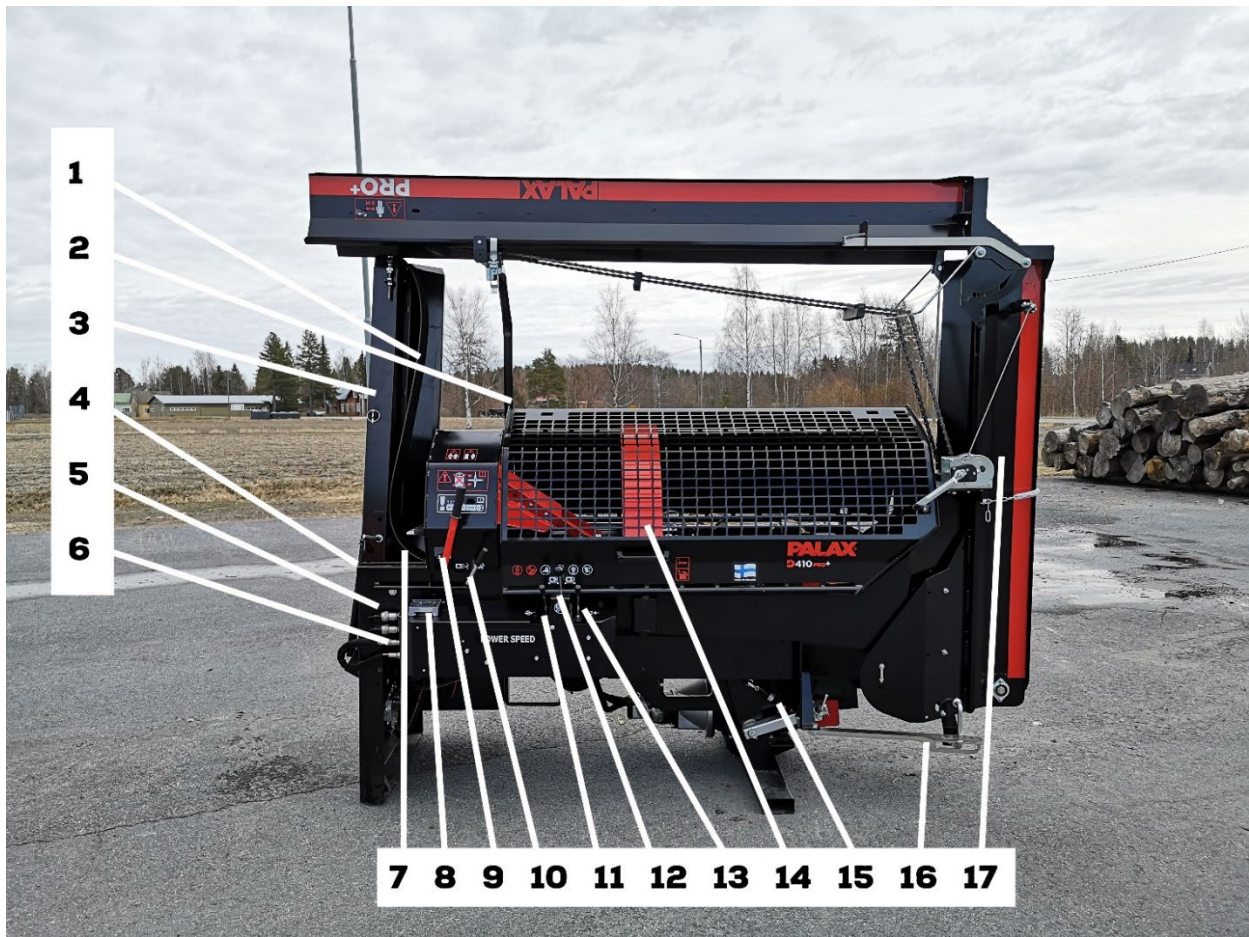

Abbildung 3
- ❑ Das optionale Hydraulikventil ist z. B. für die Steuerung der Träger des Langholztisches vorgesehen. Das an die Anschlüsse angeschlossene Zusatzgerät wird über die Steuerhebel des Zusatzhydraulikventils gesteuert, Abb. 3, Teil 11.